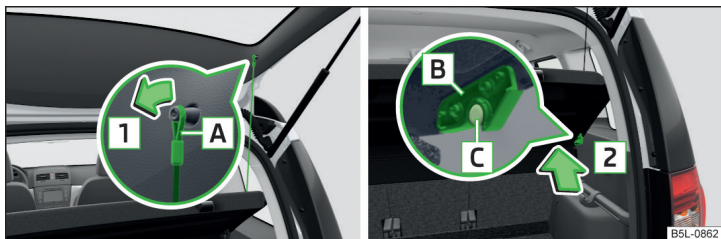

Fig. 105 Retirez la plage arrière du coffre
Si les sangles **A** » fig. 105 sont accrochées au capot du coffre à bagages, la plage arrière du coffre (ci-après uniquement plage arrière) s'ouvre en même temps que le capot.
- Décrochez les sangles **A** des deux côtés du capot du coffre à bagages dans le sens de la flèche **1** » fig. 105.
- Placez les logements **B** de la tablette sur les boulons **C** du revêtement latéral » fig. 105.